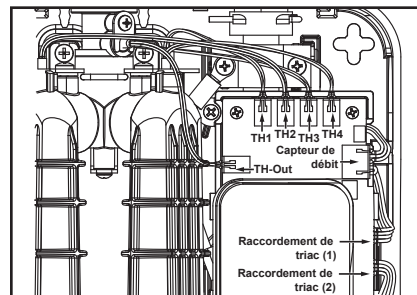

Figure 34 - Emplacement des connecteurs de capteurs sur la carte de commande.
**3** Une fois le capot avant enlevé, prendre le temps de noter ou photographier la façon dont les capteurs et les triacs sont installés et dans quels connecteurs de la carte de commande les faisceaux de câblage sont branchés. Voir Figure 34.
Rebrancher le capteur et le(s) triac(s) à la carte de commande, en veillant à bien brancher les fiches du capteur, des triacs et du faisceau de câbles dans connecteurs appropriés de la carte de commande. Voir Figures 34 et 35 à la page 23.